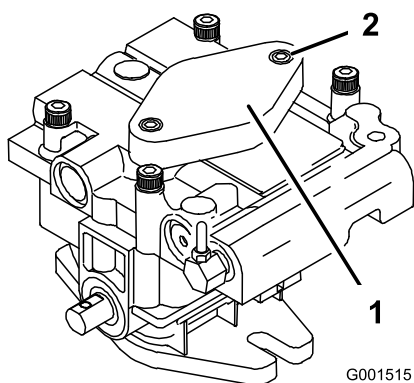

Figura 61
7. Para cebar la bomba de carga, afloje los dos tornillos de caperuza de cabeza hexagonal (Figura 61) únicamente 1-1/2 vuelta. Asegúrese de que el motor no está en marcha. Levante el alojamiento de la bomba de carga y espere a que fluya un caudal constante de aceite de debajo del alojamiento. Vuelva a apretar los tornillos de caperuza. Haga esto en ambas bombas.